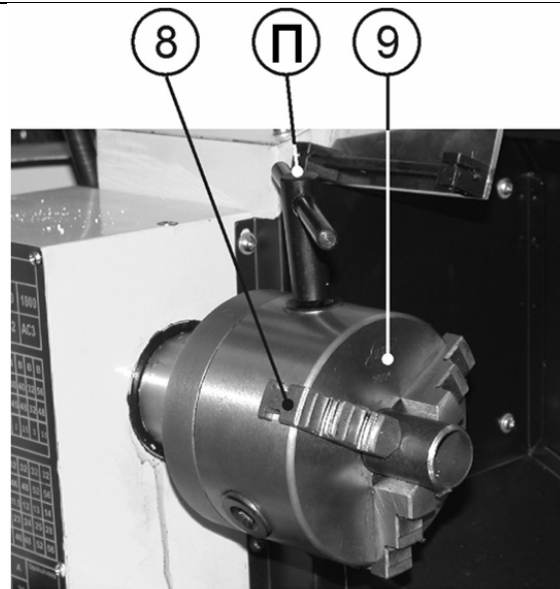

Рис. 9
10.1.4. При помощи Т-образного ключа патрона (П) раздвиньте кулачки (8) трёхкулачкового самоцентрирующегося патрона (9), вставьте заготовку и при помощи Т-образного ключа патрона (П) зажмите заготовку в трёхкулачковом самоцентрирующемся патроне (9). Извлеките Т-образный ключ патрона (П) из гнезда трёхкулачкового самоцентрирующегося патрона (9), Рис. 9.
10.1.5. Для замены кулачков (8) вставьте Т-образный ключ (П) в трёхкулачковый самоцентрирующийся патрон (9), вращая Т-образный ключ (П) против часовой стрелки, полностью разожмите кулачки (8) трёхкулачкового самоцентрирующегося патрона (9). После этого кулачки (8) можно извлечь, соблюдая очередность. Для установки кулачков (8) сохраняйте последовательность в обратном порядке, соблюдая очередность кулачков (8), Рис. 9.